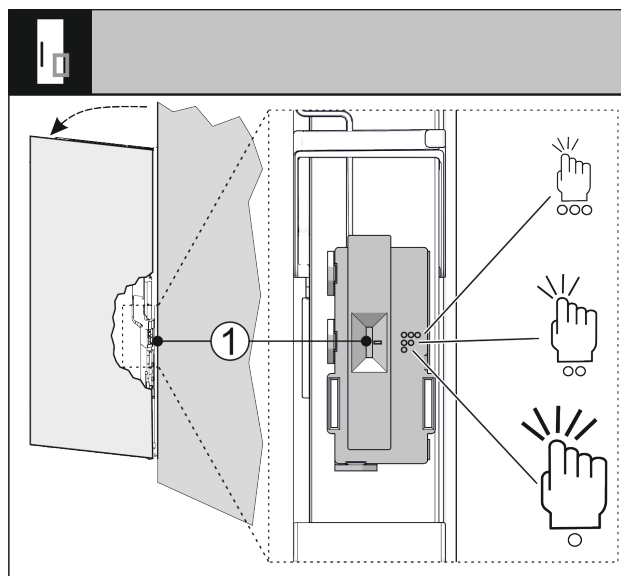

Fig. 71
您可以通过开关 Fig. 71 (1) 设置敲门传感器的灵敏度。该开关位于铰链侧门的下三分之一处。
▶ 将开关 Fig. 71 (1) 移到所需位置。